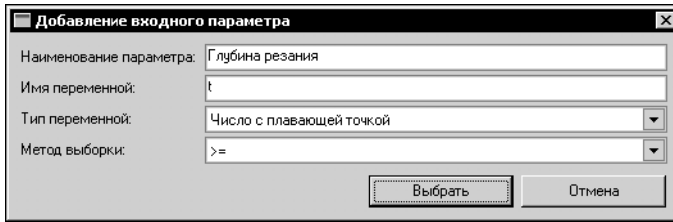

Рис. 21.13. Добавление входного параметра
2. В открывшемся окне **Добавление входного параметра** (рис. 21.13) введите наименование параметра в поле **Наименование параметра**, имя переменной — в поле **Имя переменной**.
4. Выберите метод выборки (условие, по которому будут выбираться данные из таблицы) из раскрывающегося списка **Метод выборки** (рис. 21.13).